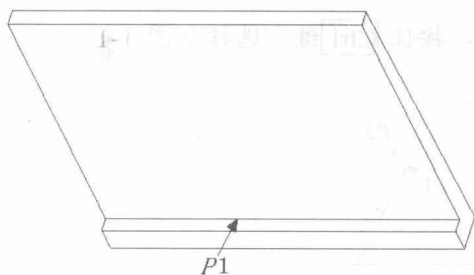

图1-9 选择实体倒圆角边
7. 选择菜单栏中的【插入】/【倒圆角】命令，线架显示实体模型，选择如图 1-9